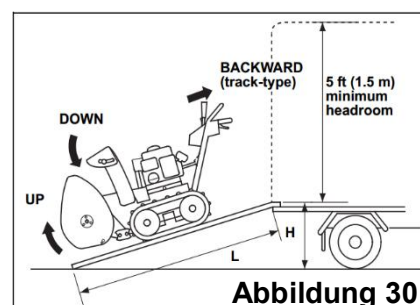

Abbildung 30
3. Modelle mit Raupenantrieb: Fahren Sie die Schneefräse die Laderampe hinauf. (Abbildung 30)